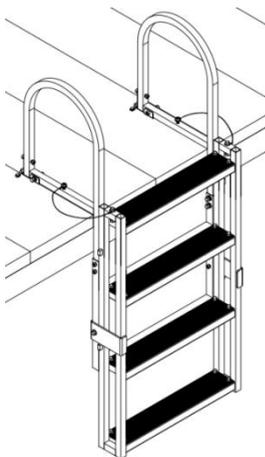

Fig 1
- 19) Plaats de ladder in het zwembad zonder de magische tapeband (Fig. 1). Laat de onderkant van de ladder de bodem van het zwembad raken en haak de ladder vast aan het bevestigingsrek.